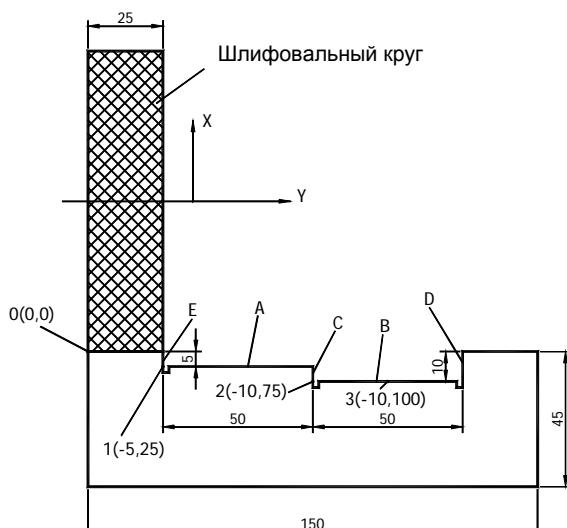

Рис. 1
1. Установите исходное положение в абсолютном режиме (при включенной индикации ALE) на главной исходной точке заготовки, например, Точка O на рис. 1 далее. Установите вспомогательные исходные положения во вспомогательных исходных точках заготовки, например, Точки 1, 2 и 3 на рис. 1. Возможно ввести режим отображения каждого вспомогательного исходного положения (UCS), принимая вспомогательное исходное положение в качестве первоначальных точек, чтобы выполнить обработку, когда это потребуется.
В качестве примера возьмите рис. 1: После включения станка, переместите инструмент станка в центральную точку О на рис. 1, введите абсолютный режим отображения.